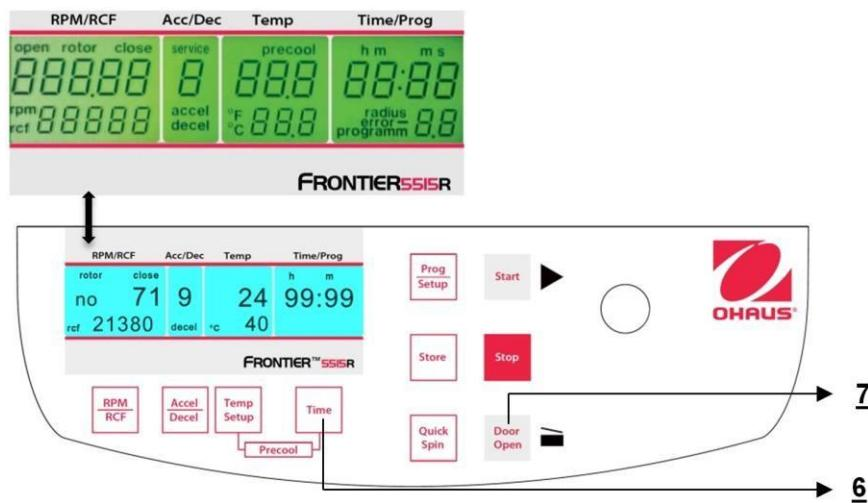

Figura 30
Cuando la centrífuga está apagada, presione al mismo tiempo los botones "Time"(6) y "Door Open" (7) y encienda el interruptor principal de la centrífuga. Ahora suelte ambos botones y como resultado se ejecuta una prueba de pantalla durante aproximadamente 5 segundos. Todos los indicadores aparecerán al mismo tiempo (vea la Figura 30).